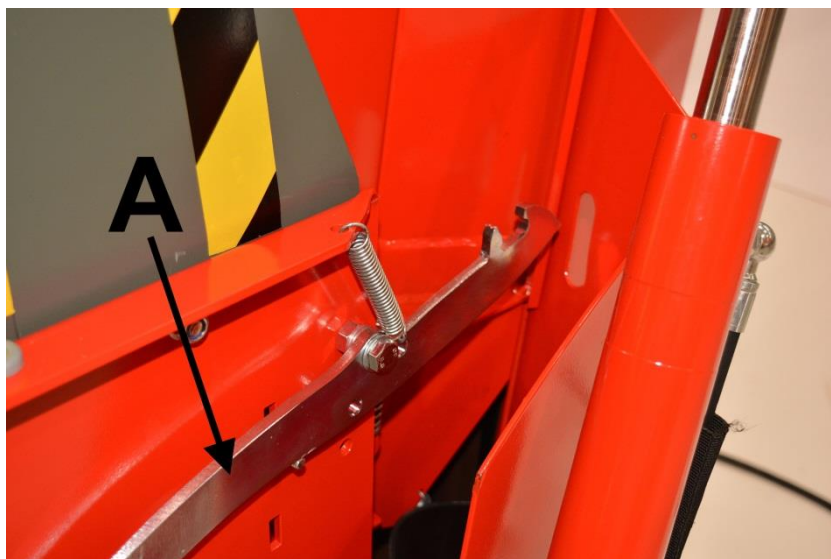

Bild 7.
3. Låt låsanordningen A på bild 7 vara öppen och sänk ner utmatningstransportören i det nedersta läget med hjälp av en vinsch.